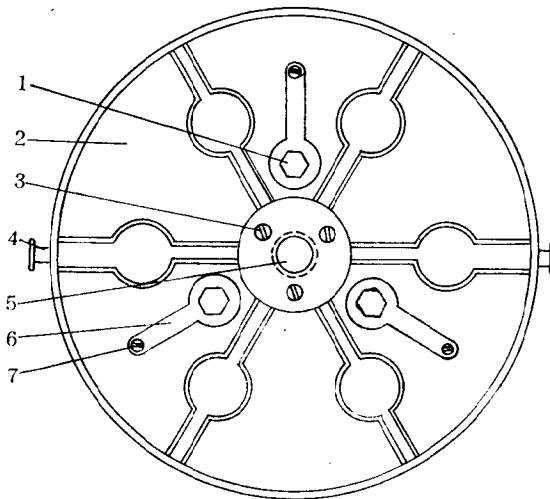
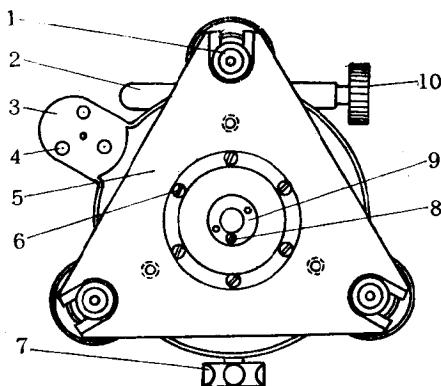

图 1-4 仪器盒圆底板底面结构图
图 1-5 仪器基座底部结构图
1. 将圆底板底部三个六角紧固螺钉的防松器（图1-4之6）向内撤压，使上面的六角孔离开六角紧固螺钉头后，就可以将六角紧固螺钉（图1-4之1）旋出，并取下仪器盒圆底板（图1-4之2）。此时可以见到图1-5所示仪器底部情况。
2. 旋去水平度盘微动螺旋弹簧座（图1-5之2），从仪器基座底板中央圆孔中旋去基座的六个紧固螺钉（图1-5之6），将基座（图1-2（a）之17）取下。